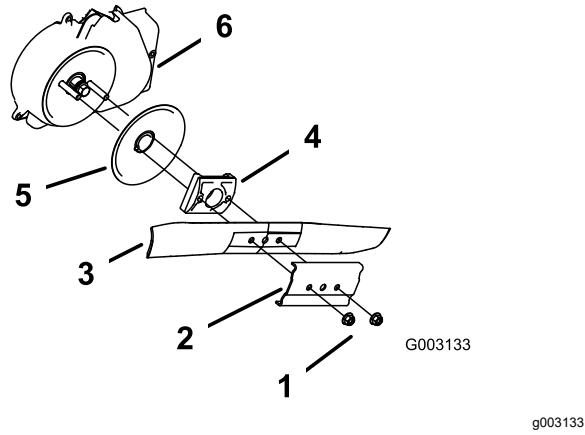

Bild 34
3. Entfernen Sie die beiden Messermuttern und die Verstärkung (Bild 34).
4. Entfernen Sie das Messer (Bild 34).
5. Nehmen Sie den Messermitnehmer und die Scheibe heraus (Bild 34).
6. Entfernen Sie das Schutzblech der Messerbremse (Bild 34).
10. Bauen Sie das zuvor ausgebauten Messer und die Verstärkung wieder ein (Bild 34).